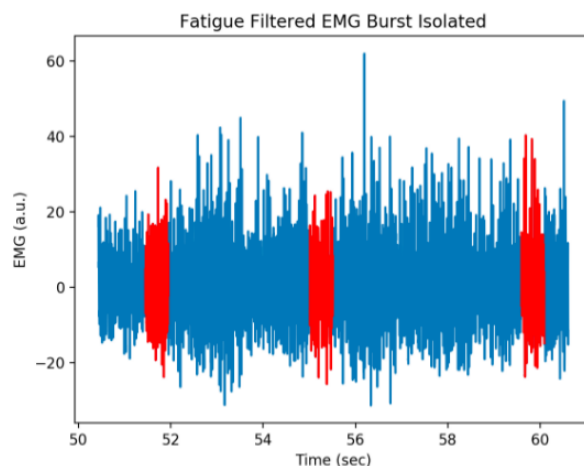

Abbildung 1.7: Auswahl von drei 0.5 Sekunden langen Intervallen am Anfang, in der Mitte und zum Ende einer EMG-Aktivierung.
- (a) Isolieren Sie jeweils 0.5 Sekunden zu Beginn, in der Mitte und am Ende einer Aktivierung (Burst). Dadurch werden Sie drei neue Variablen erzeugen, welche jeweils einen Datensatz mit einer Länge von 0.5 Sekunden enthalten. Dies ist exemplarisch in Abbildung 1.7 dargestellt.